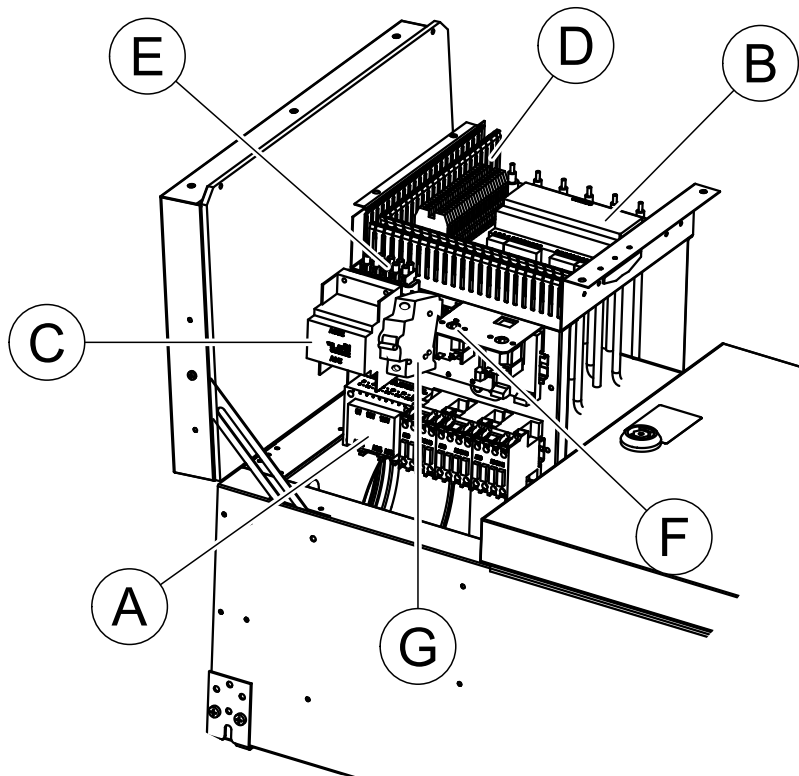
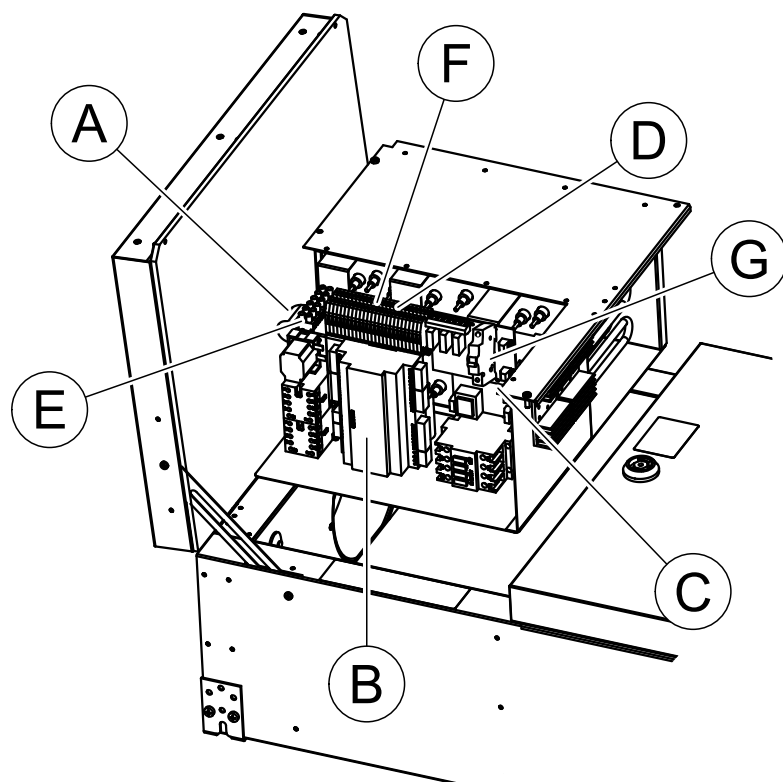

Bild 2 Anschlusskasten TA 450 EL
Bild 3 Anschlusskasten TA 650-2000 EL
- Wenn bei eingeschaltetem Erhitzer der Feueralarm aktiviert wird, hält der Ventilator sofort ohne Abkühlzeit an. Dies kann dazu führen, dass der Überhitzungsschutz auslöst. Siehe Abbildung 2 und Abbildung 3 zum Rücksetzen.